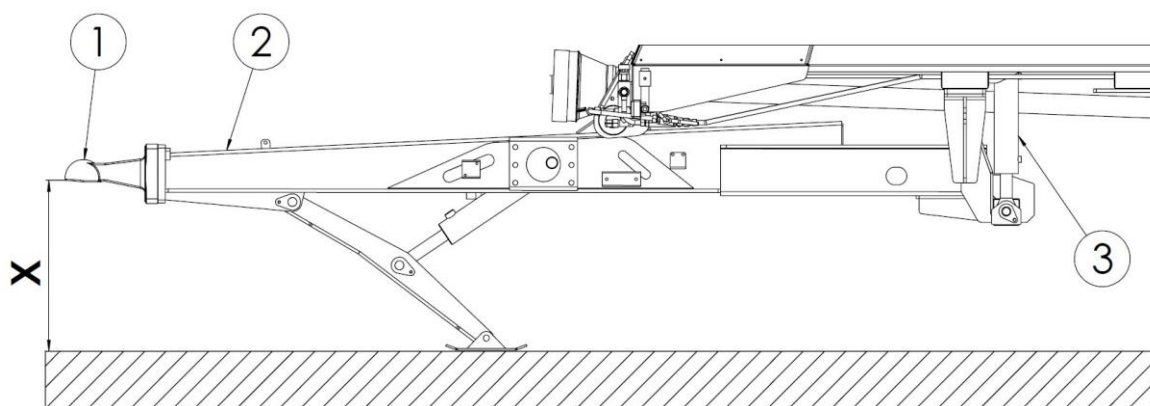

Рисунок 15. Положение дышла относительно земли
Собранный на заводе навозоразбрасыватель предназначен для соединения только с нижней сцепкой трактора. Сцепка (2) имеет возможность изменять высоту петли дышла (1) относительно земли – рисунок 15. Это выполняется гидравлическим цилиндром (3). Регулировка дышла на соответствующей высоте связана с выравниванием навозоразбрасывателя, которое обеспечивает равномерное распределение веса навозоразбрасывателя на оси. После агрегирования